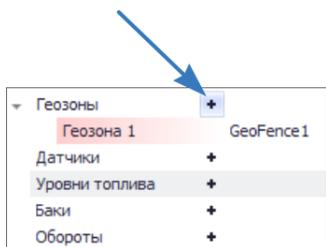

Рис.3. Добавление нового параметра.
- Для того чтобы добавить новый параметр в интересующую группу Дизайнера, необходимо нажать кнопку **+** в строке с заголовком нужной группы (Рис.3). После добавления параметру автоматически присваивается имя и становятся доступными настройки этого параметра.